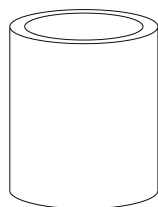

Figure 3: Qualcrimp Crimping Accessory
■ Rysunek 3: Akcesorium do zaciskania Qualcrimp